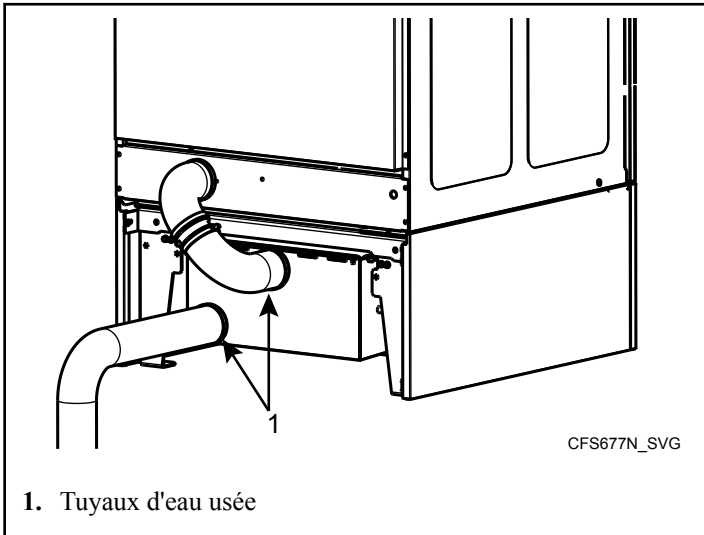

Figure 55
4. Déplacez les crochets et les tuyaux d'eau usée de la boîte du filtre à l'arrière de la machine. Voir *Figure 55*.